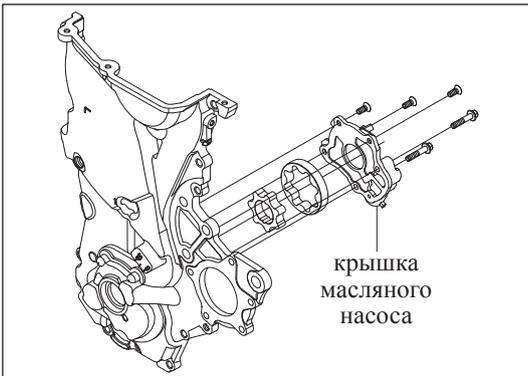

Рис. 11-4-11. Установка крышки масляного насоса
- б) Закрепить крышку масляного насоса 2 фланцевыми болтами (М6×30) и 3 винтами с потайными головками (М6×14), как изображено на рис. 11-4-11.